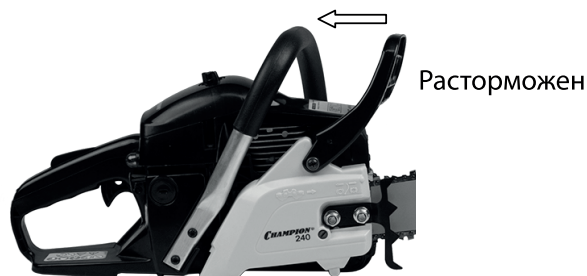

Рис.7
1. Тормоз Цепи РАСТОРМОЖЕН (цепь может вращаться), когда РУЧКА ТОРМОЗА ВЗВЕДЕНА (рис. 7).
2. Тормоз Цепи ЗАТОРМОЖЕН (цепь остановлена), когда тормозной рычаг находится во включенном положении. В этом положении Вы не в состоянии проверить цепь (рис. 7).
4. Убедитесь, что тормоз цепи заторможен (рис. 7).
**ПОСЛЕ ЗАПУСКА ДВИГАТЕЛЯ НЕ-МЕДЛЕННО УСТАНОВИТЕ ТОРМОЗ ЦЕПИ В ПОЗИЦИЮ РАСТОРМОЖЕН (Рис.7).**